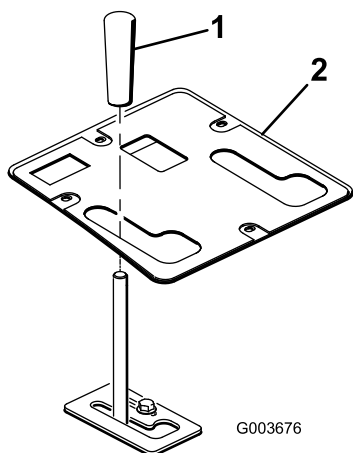

Figure 18
10. Fixez le panneau de commande en place avec les fixations enlevées précédemment (Figure 18).
11. Montez le pommeau sur le levier de relevage (Figure 18).